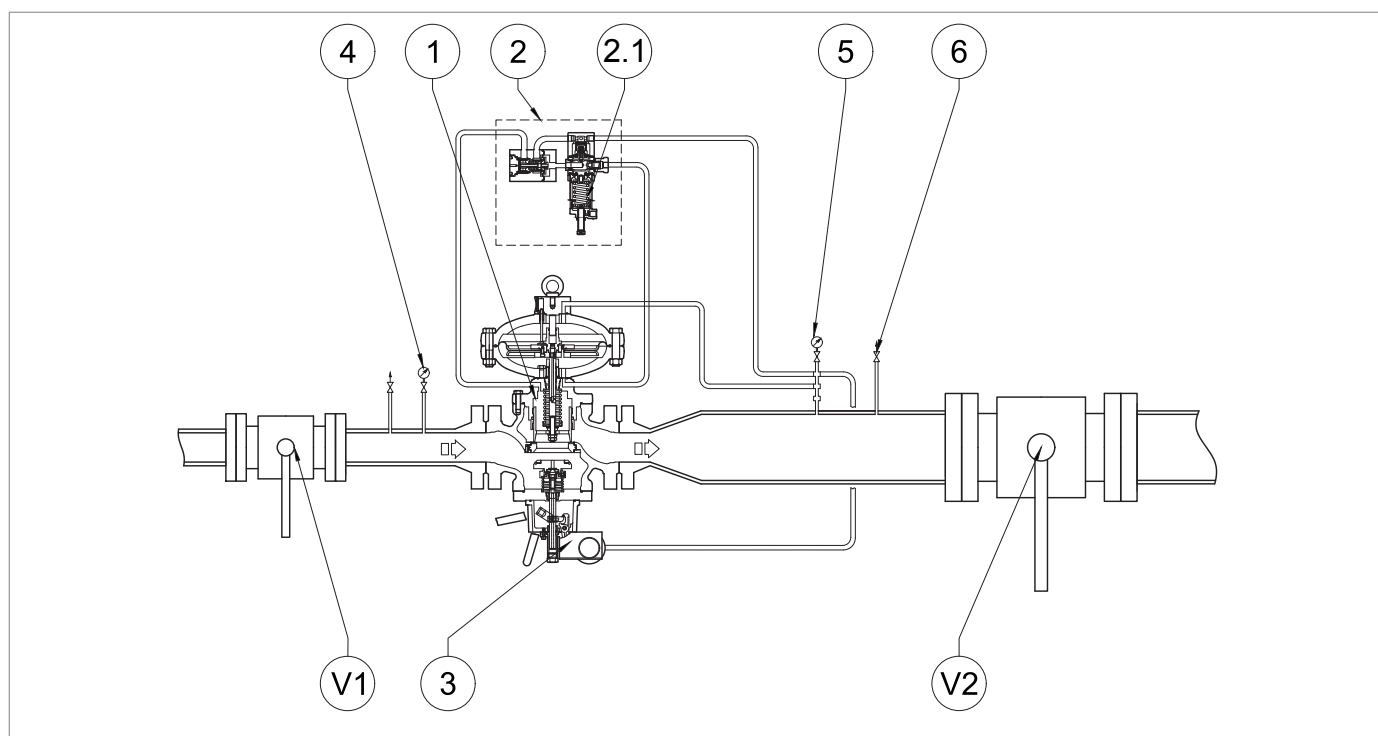
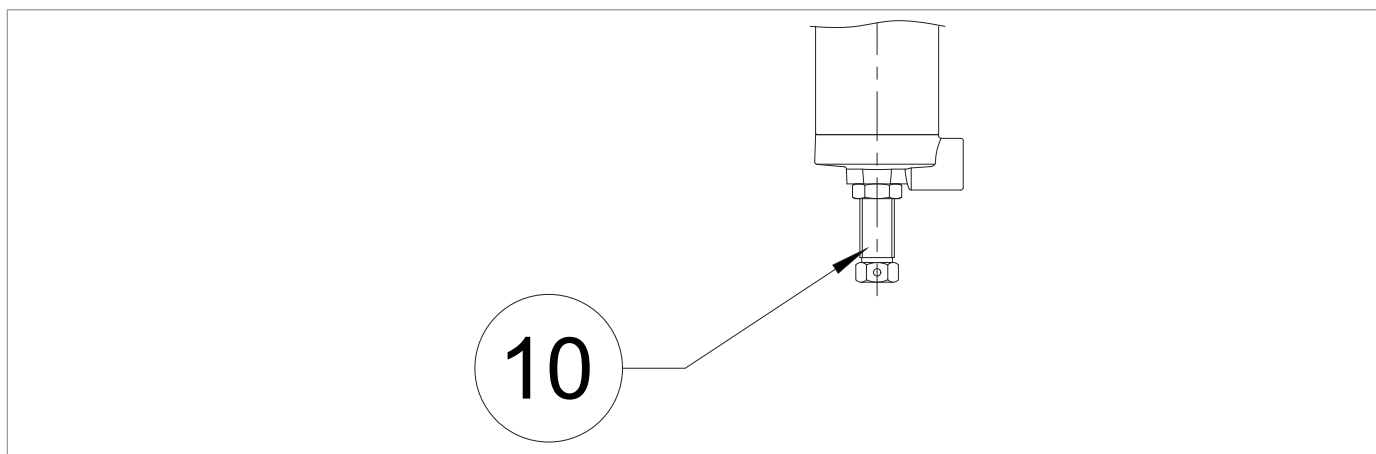

Fig. 8.32. Estanqueidad de la válvula de bloqueo incorporada SB/82
Fig. 8.37. Pilotos serie 200/A
9	a- PARA LA PRIMERA PUESTA EN MARCHA DE LA LÍNEA DE REGULACIÓN Si la presión aguas abajo (Pd) no está en el valor de calibración requerido, proceda como sigue: - valor de la presión aguas abajo (Pd) inferior al valor de calibración requerido: cargue el muelle de calibración (Fig. 8.32, ref. 2.1) del piloto girando el tornillo de ajuste en el sentido de las agujas del reloj (Fig. 8.37, ref. 10) - valor de la presión aguas abajo (Pd) superior al valor de ajuste requerido: descargar el muelle de calibración del piloto (Fig. 8.32, ref. 2.1) girando el tornillo de ajuste en sentido contrario a las agujas del reloj (Fig. 8.37, ref. 10) b- DESPUÉS DEL MANTENIMIENTO DE LA LÍNEA DE REGULACIÓN - cargue el muelle de calibración del piloto (Fig. 8.32, ref. 2.1) girando el tornillo de ajuste en el sentido de las agujas del reloj (Fig. 8.37, ref. 10) para aumentar el valor de la presión del regulador (1) girando la tuerca anular de ajuste (3) en el sentido de las agujas del reloj